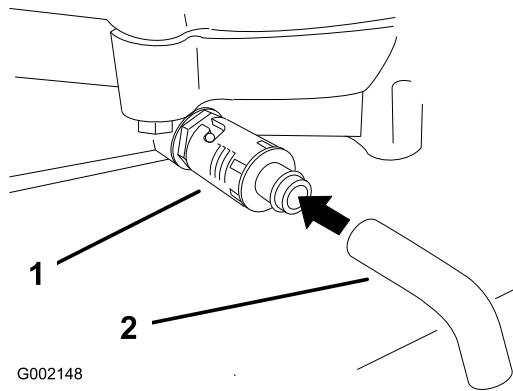

Figura 19
4. Coloque um recipiente debaixo do orifício de escoamento de óleo. Rode a válvula de drenagem de óleo para deixar o óleo drenar (Figura 19).